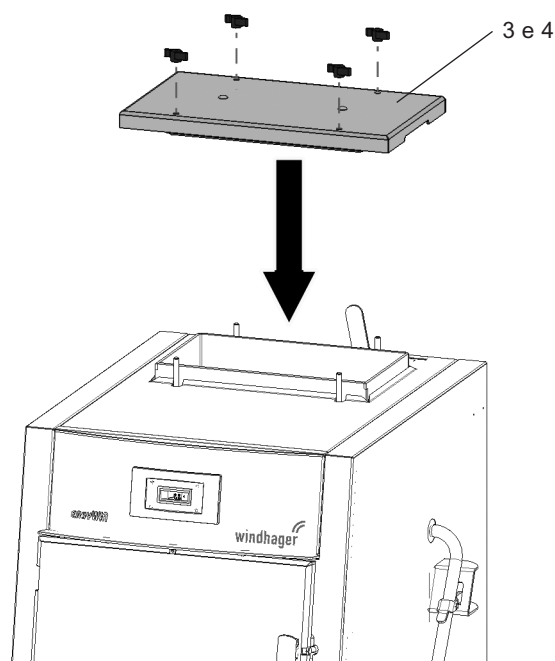

Fig. 17 Montaggio coperchio per pulizia
- Coperchio per pulizia (parti 3 e 4) montato con 4 dadi a farfalla – Fig. 17.